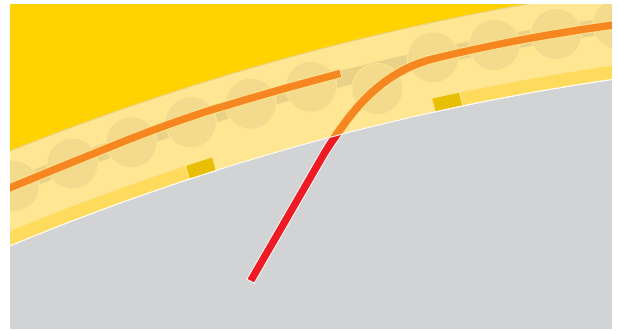

Abbildung 7.1.6
6. Die drei letzten Rollen aus dem Rollenband entfernen (Abb. 7.1.6).